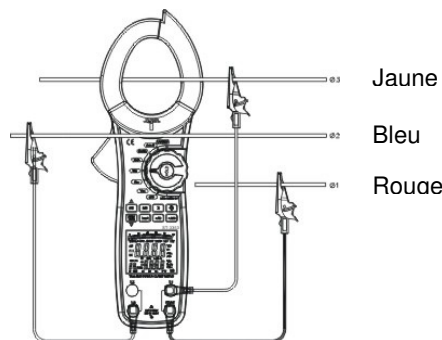

Figure 15
- Lorsqu'on effectue une mesure triphasée de trois conducteurs, maintenez appuyée la touche SEL pendant 5 secondes et le mesureur montrera  $3\phi 3W$ , appuyez sur SEL à nouveau pendant 5 secondes pour sortir de la phase triphasée de 3 conducteurs, connectant le mesureur comme sur la figure 15.
- Sur la figure 15  $\Sigma W = W2 + W3$ .